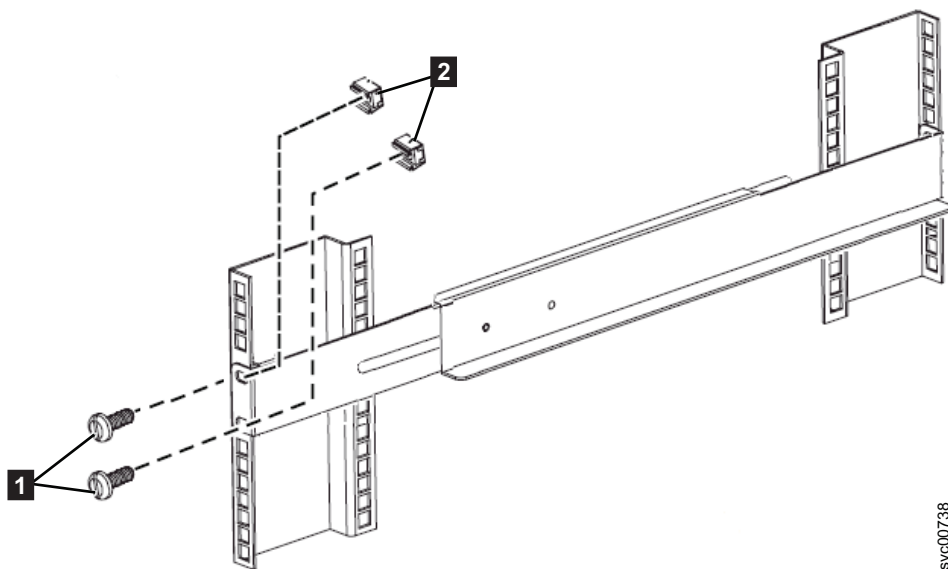

Figura 237. Conectando a parte traseira do trilho do 2145 UPS-1U no rack
5. Selecione os orifícios no trilho nos quais você deseja posicionar a fonte de alimentação ininterrupta. A figura mostra o trilho traseiro onde o 2145 UPS-1U se conecta no rack. Consulte o Figura 237 na página 284.